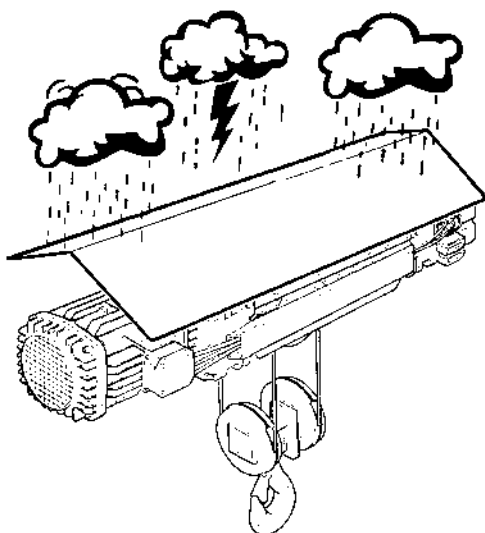

fig. 106
- **Utilisation en plein air:** le palan peut être exposé à des conditions pendant et après l'utilisation. Les composants électriques du palan ont IP55 comme degré de protection, il est néanmoins recommandé de prévoir un élément de protection quelconque pour le palan et le chariot (fig. 106).